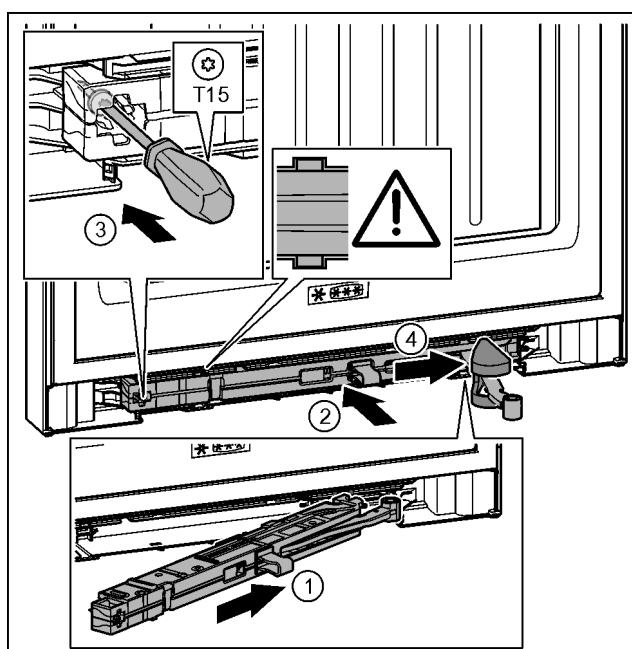

Fig. 45
- Schließdämpfereinheit auf der Lagerbockseite bis zum Anschlag schräg in die Aussparung einschieben. Fig. 45 (1)
- Schließdämpfereinheit vollständig in Aussparung schieben. Fig. 45 (2)
- Schraube mit einem Schraubendreher T15 festschrauben. Fig. 45 (3)
- Abdeckung über Gelenk schieben. Fig. 45 (4)